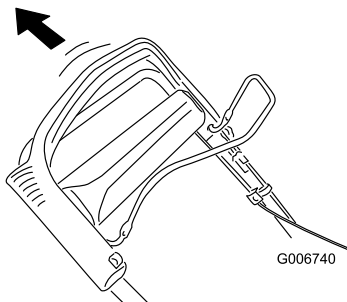

Bild 27
2. Ziehen Sie den oberen Griff ganz nach hinten (Bild 27).